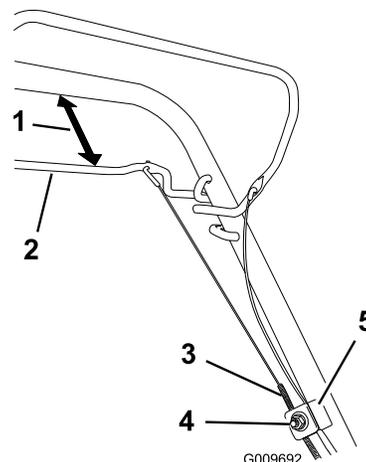

Figura 39
1. Afloje la tuerca del soporte del cable (Figura 39).
2. Sujete la barra de la transmisión autopropulsada a una distancia de 25 a 38 mm del manillar (Figura 39).
3. Tire hacia abajo de la cubierta del cable (hacia el cortacésped) hasta eliminar la holgura en el cable (Figura 39).